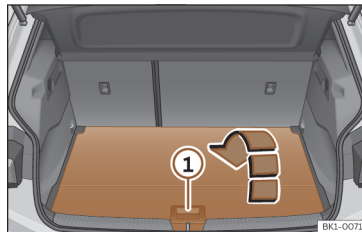

Fig. 171 Dans le coffre à bagages : ouvrez le deuxième plancher du coffre à bagages.
- Pour l'ouvrir, saisissez la poignée >>> **fig. 171** ①, puis pliez la partie arrière du plancher du coffre à bagages vers l'avant, dans le sens de la flèche.
- Pour le fermer, dépliez le plancher du coffre et déposez-le avec précaution >>> ①.